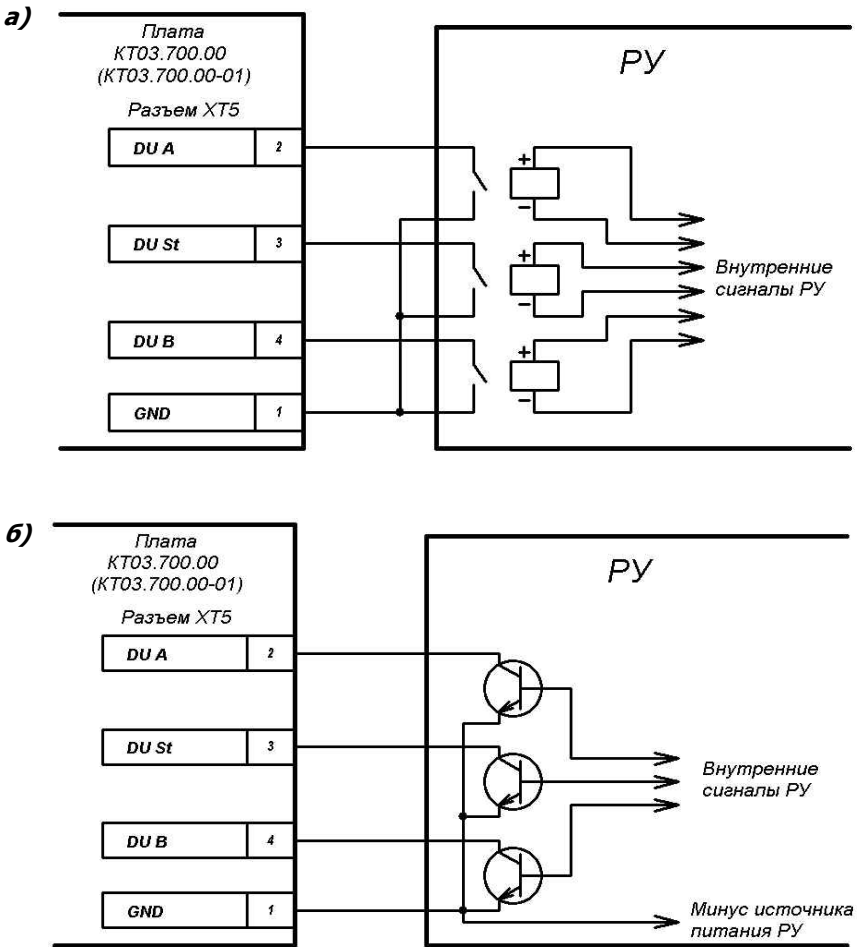

Рисунок 4 – Управляющие элементы устройства радиоуправления (РУ):
5.4.2 Управление ЭП осуществляется подачей на контакты клеммной колодки "ХТ5" DUA, DUSt и DUB сигнала низкого уровня относительно контакта GND, при этом управляющим элементом могут быть нормально разомкнутый контакт реле или схема с открытым коллекторным выходом (см. рисунок 4).